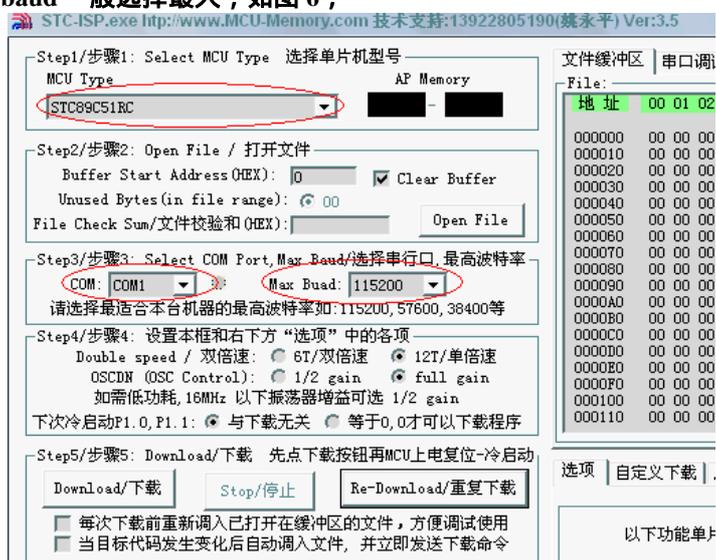

图 6 下载软件的配置
1、打开下载软件 STC-ISP V35.exe，在 MCU type 中选择 STC89C51RC，COM 选择你使用的 COM 口号，max baud 一般选择最大，如图 6；